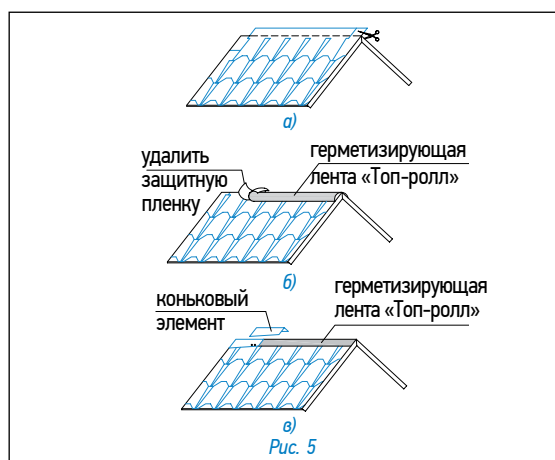

Рис. 5
#### Конек (рис. 5)
- Верхний ряд черепицы доводится до линии конька (ребра), выступающие части листов обрезаются (рис. 5а);
- линии коньков и ребер герметизируются специальной самоклеящейся лентой «Топ-ролл» (рис. 5б);